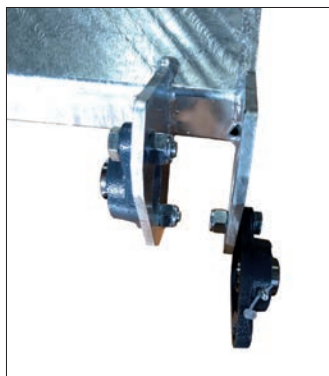

Fig. 1
Nous reportons ci-dessous les modalités d'installation pour la brosse Pendulaire Fig. 1.
- bras de support mural qui doit être fixé pour y accrocher le support brosse (fig. 1,2,3,4).